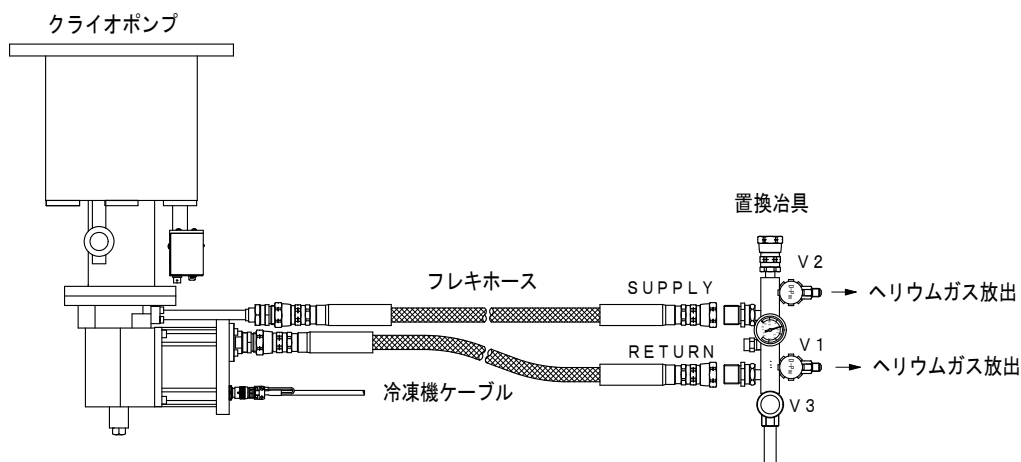

図 8-3 置換治具の接続
4. SUPPLY、RETURN のフレキホースを置換治具に接続してください (図 8-3)。